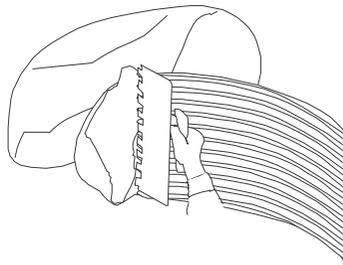

Рисунок 4 - Распределение растворной смеси зубчатым шпателем.
4.2.8 Клей равномерно по основанию распределяется гладким краем шпателя, а затем зубчатой стороной создается гребенчатая фактура. При этом вершина зубцов шпателя должна касаться основания, а сам шпатель следует держать под одинаковым углом. В этом случае обеспечивается равномерное распределение растворной смеси по поверхности (см. рисунок 4).